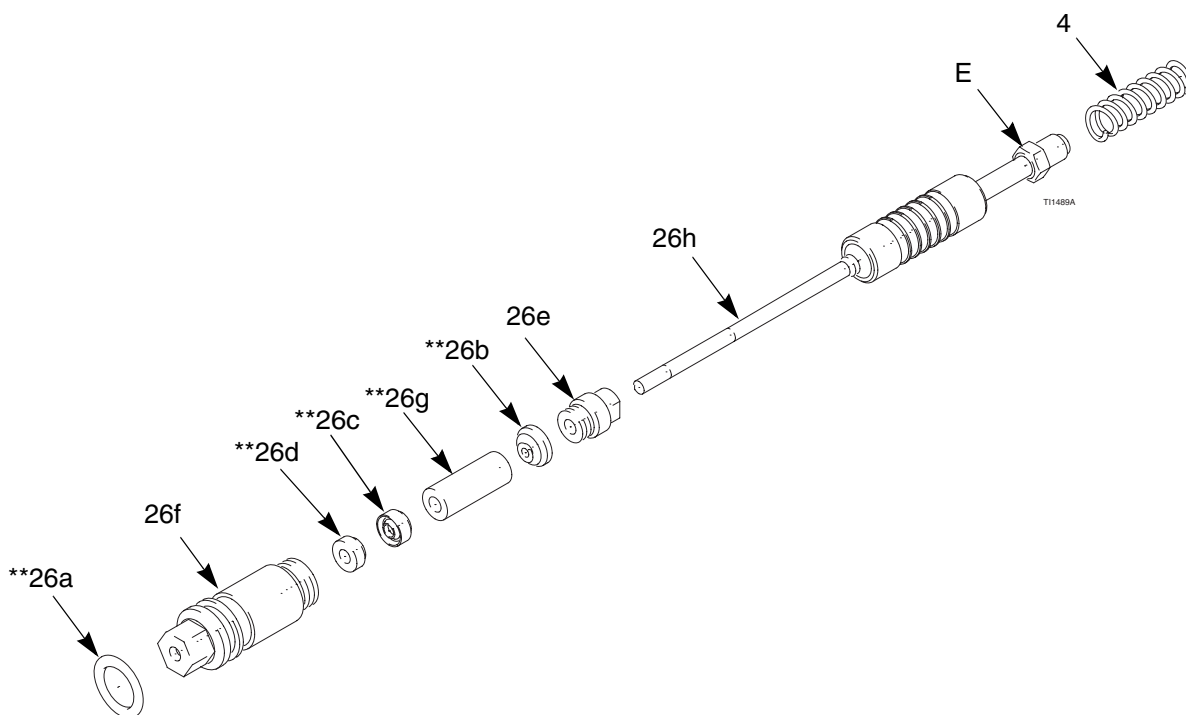

Fig. 27. Asta premiguarnizioni
1. Montare il dado premiguarnizioni (26e) e l'anello di tenuta (26b**) sull'asta del fluido (26h). Le rondelle sul dado premiguarnizioni devono essere rivolte verso la parte posteriore dell'asta del fluido. L'anello di tenuta della guarnizione deve essere rivolto lontano dal dado premiguarnizioni. Vedere FIG. 27.
2. Riempire la cavità interna del distanziale (26g**) con grasso dielettrico (40). Montare lo spaziatore sull'asta del fluido (26h), nella direzione indicata. Applicare grasso dielettrico abbondantemente sulla parte esterna dello spaziatore.
6. Installare la molla (4) sul dado (E) come indicato.
7. Installare l'asta delle guarnizioni del fluido (26) sul canotto della pistola. Utilizzando utensile multiuso (37), serrare il gruppo quanto basta e verificare la libertà di movimento sull'asta del fluido.
8. Montare il grilletto (30) e le viti (8).